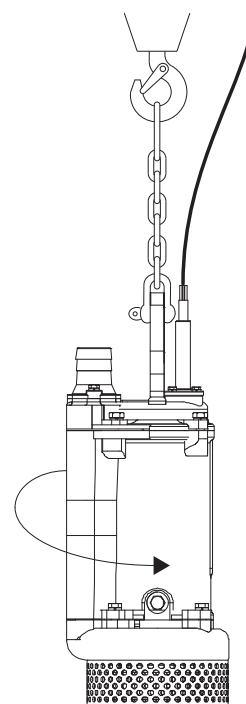

Рис. 10 Проверка направления вращения
3. Следите за направлением действия крутящего момента (за направлением рывка) насоса. Если насос подключен правильно, рабочее колесо будет вращаться по часовой стрелке, т.е. рывок самого насоса будет против часовой стрелки. См. рис. 10.